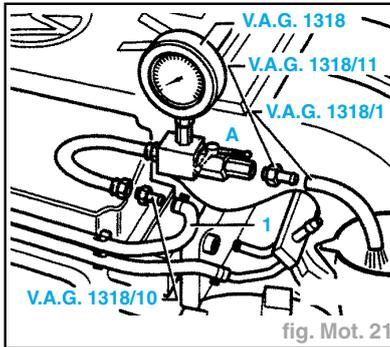

fig. Mot. 21
- Débrancher la conduite d'alimentation en carburant (1) du répartiteur de carburant (fig. Mot. 21).
- Fermer le robinet d'arrêt du dispositif manométrique (levier perpendiculaire au sens du débit, position B) (fig. Mot. 21).